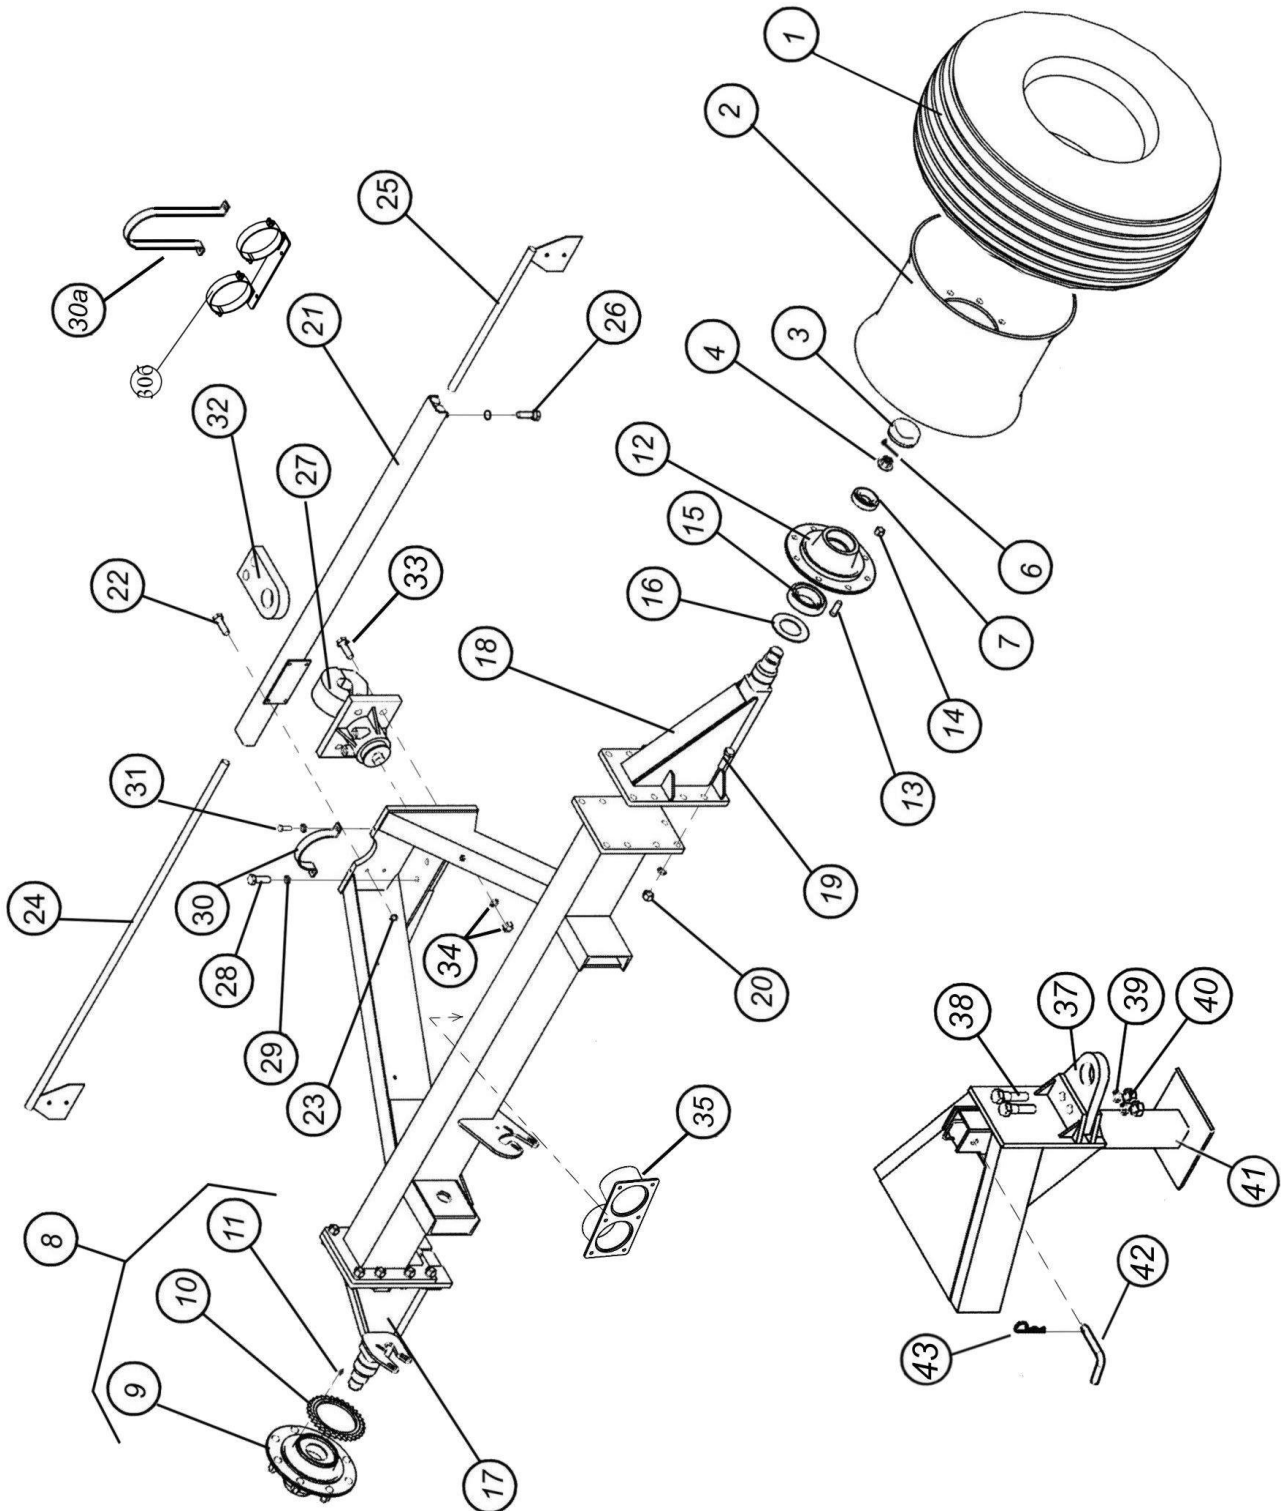

Рис. 7.2.19.1. Ось одноосного бункера V=6.5м3
7.2.19.2. Ось одноосного бункера V=10м3 (рис. 7.2.19.2)